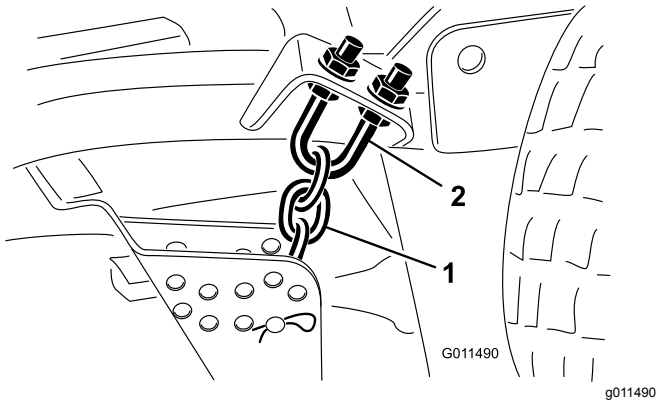

Bild 106
1. Lockern Sie die Klemmmuttern an der Ober- oder Unterseite des U-Bügels an der Schnitthöhenkette (Bild 106).